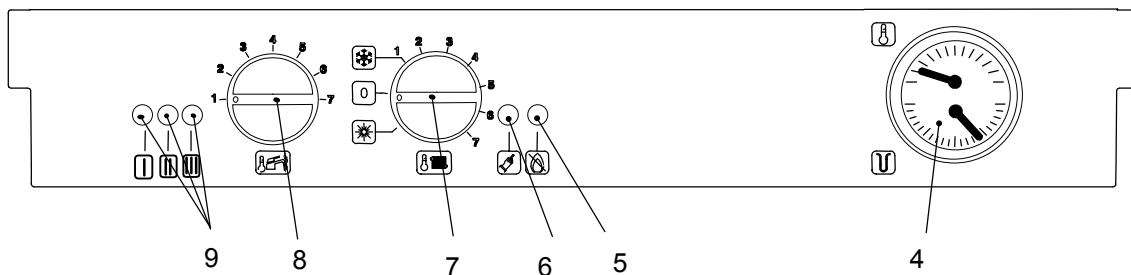

Fig. 1.3
Three lights (9 in Fig. 1.3) give detailed indication regarding the operation of the boiler.
Три лампочки (9 на рис.1.3) дают подробную информацию о работе котла.
- 2 Turn on the electricity supply to the boiler, switching on the fused spur isolation switch. The appliance operation light 9 (Fig. 1.3) will flash every 4 seconds (stand-by condition).
- 2 Включите электропитание котла. Индикатор котла 9 (рис.1.3.) будет моргать каждые 4 секунды (состояние ожидания)
The temperature and pressure gauge (4, Fig. 1.3) will allow you to check that the set temperature is obtained.